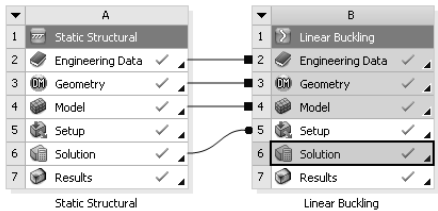

图 14-43 项目管理区中的分析项目
Step1：单击 Mechanical 界面右上角的（关闭）按钮，退出 Mechanical，返回到 Workbench 主界面。此时，主界面的项目管理区中显示的分析项目均已完成，如图 14-43 所示。